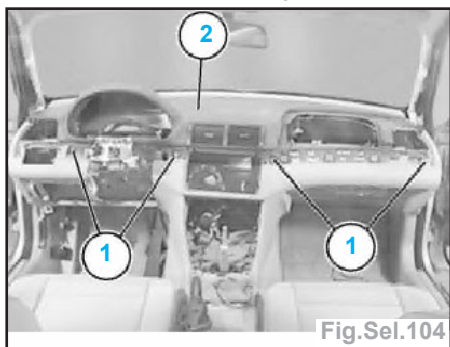

Fig.Sel.104
- Retirer les écrous (1) (fig.Sel.104).